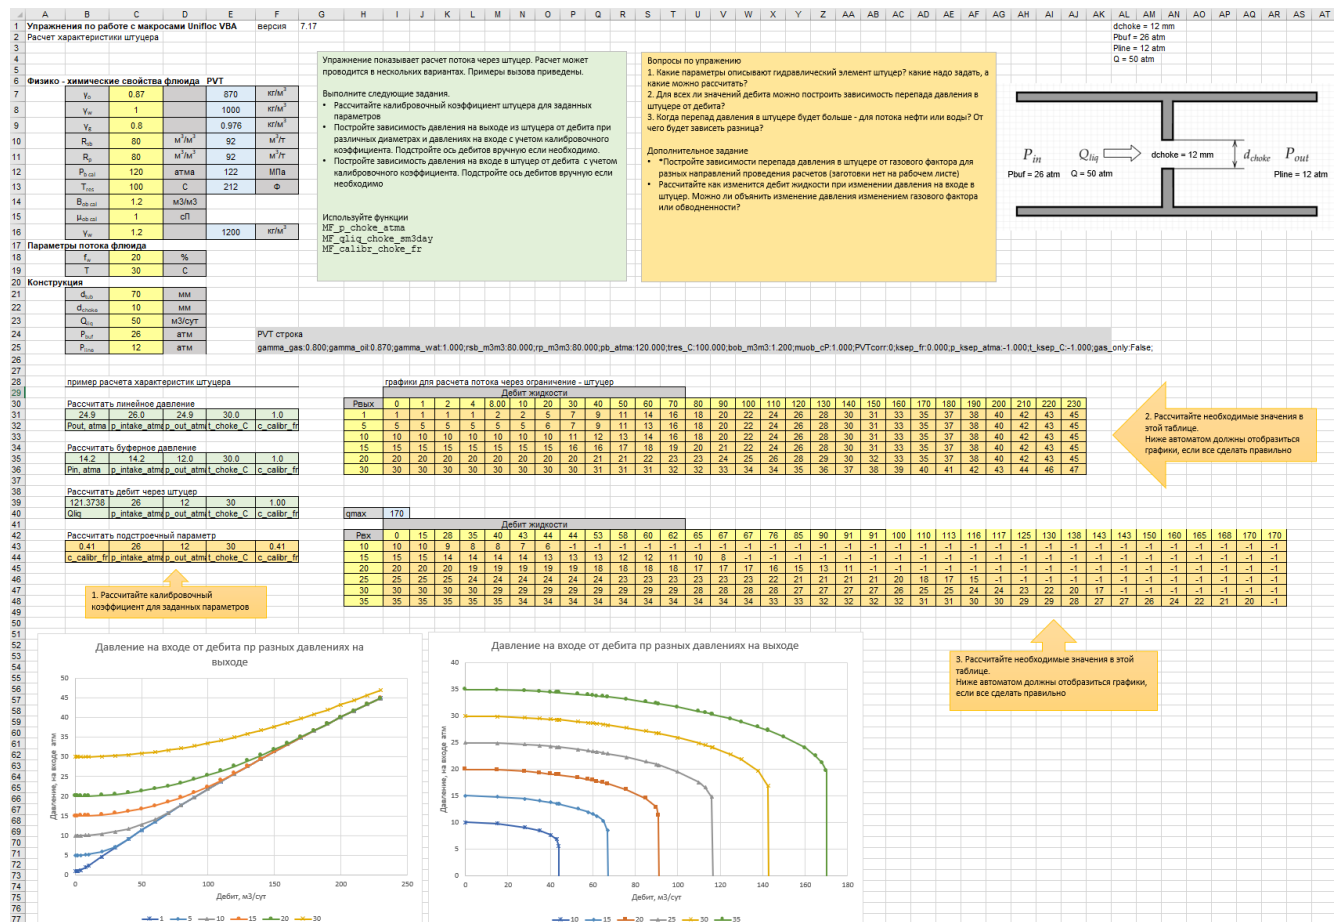

Рис. 1.9 — Упражнение `ex040.MF_choke.xlsm` со всеми заполненными полями
1. Откройте файл с упражнением `ex040.MF_choke.xlsm` (смотри рис.1.9).